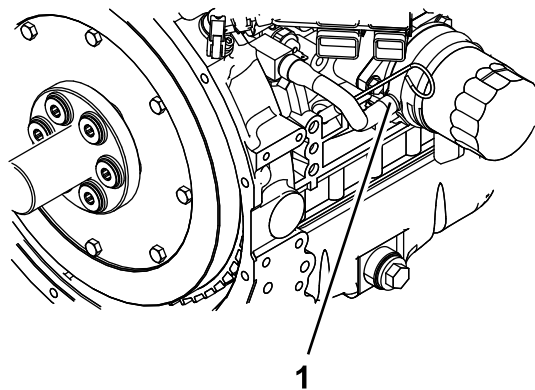

Figura 58
6. Rimuovete il flessibile del refrigerante dal radiatore dell'olio e spurgate il refrigerante dal blocco motore (Figura 58).